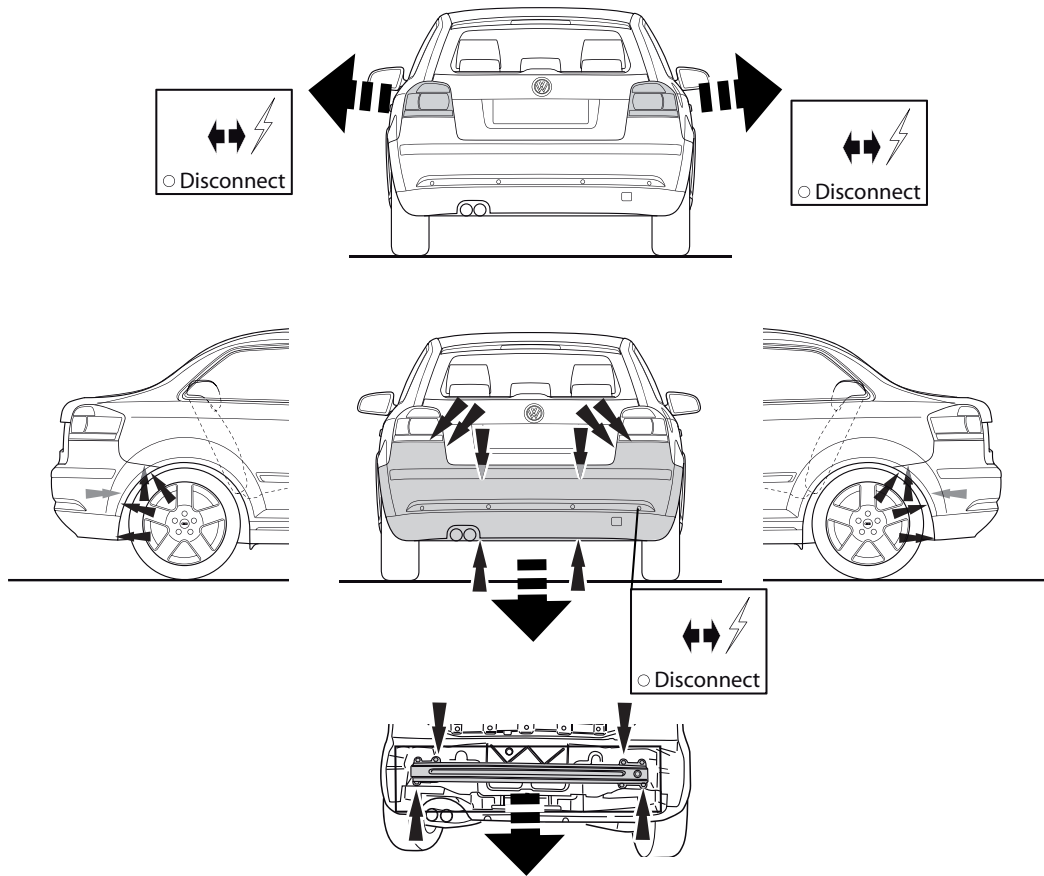

Fig.1
2. Снять бампер вместе со стальным буферным брусом автомобиля буферный брус больше не понадобится. Поставить болты на место. См. рисунок 1.